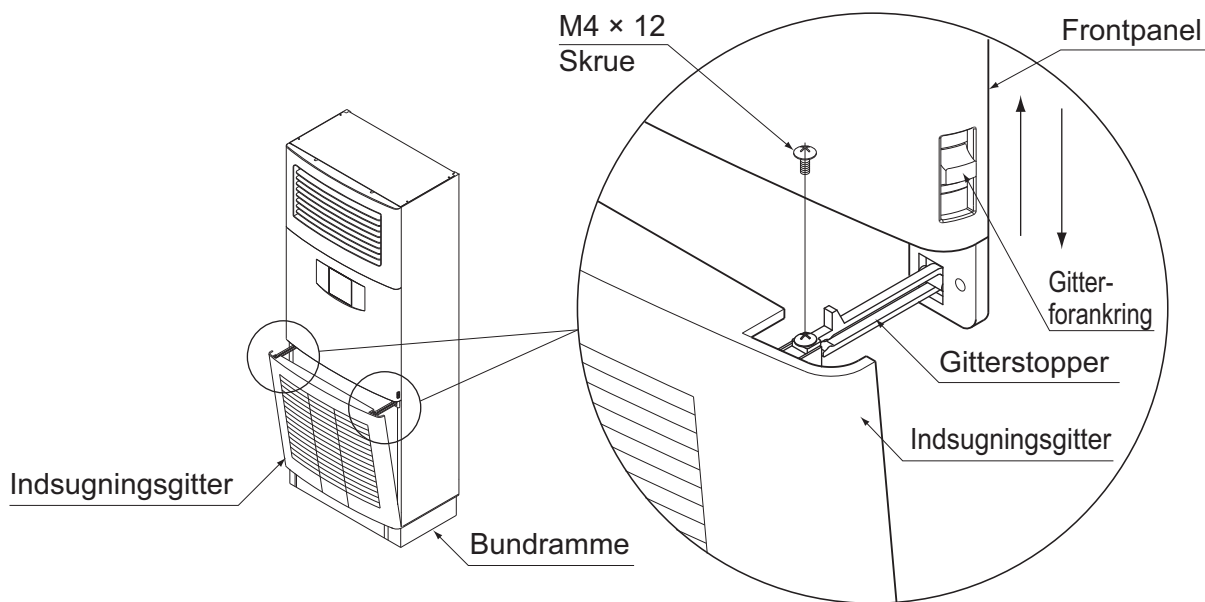

Fig. 41
2. Sæt gitterholderen (frontplade) ind i rillen på indsugningsgitteret og spænd gitteret med skruerne. (Se fig. 41)
3. Kontrollér, at gitterholderen er hævet, og luk derefter indsugningsgitteret. Sænk gitterholderen, når du har lukket gitteret. (Se fig. 41)